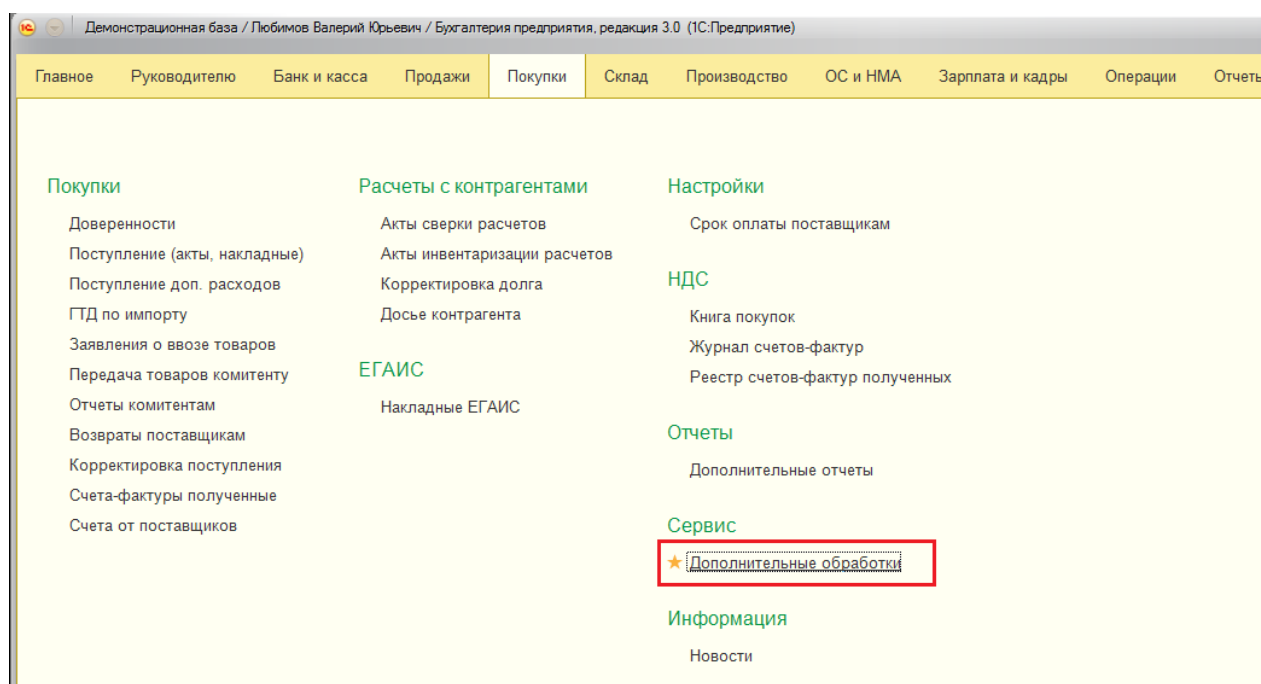

Рис. 36
- При работе в режиме управляемых форм – в подразделе «Сервис» щёлкнуть по «Дополнительные обработки» (Рис. 36).